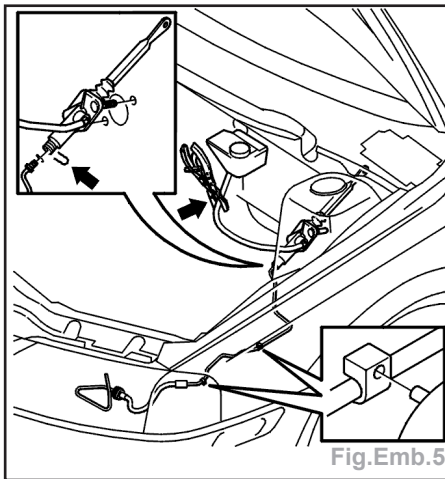

Fig.Emb.5
- Dépose du conduit d'embrayage (Fig. Emb.5) :